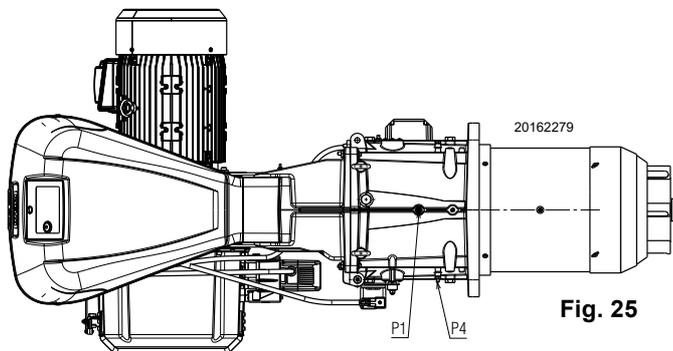

Fig. 25
Presión del gas medida en el conector hembra P1) (Fig. 25), con:
- sustraer de la presión del gas en el conector hembra P1) (Fig. 25) la presión en la cámara de combustión.
$$\begin{aligned} \text{Presión del gas en el conector hembra P1)(Fig. 25)} &= 27,6 \text{ mbar} \\ \text{Presión en la cámara de combustión} &= 2 \text{ mbar} \\ 27,6 - 2 &= 25,6 \text{ mbar} \end{aligned}$$
En cambio para conocer la presión del gas que se necesita en el conector hembra P1) (Fig. 25), una vez fijada la potencia MÁX a la cual se desea que funcione el quemador:
- Leer a la derecha, columna 1, la presión en el conector hembra P1) (Fig. 25).
presión necesaria en el conector hembra P1)(Fig. 25).